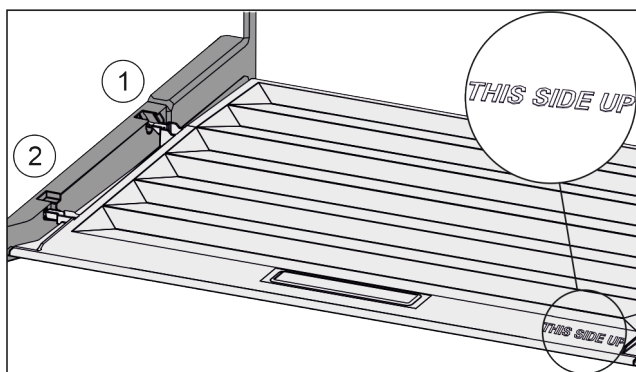

Fig. 115
- ▶ Ramiona pokrywy wprowadzić ponad otworem tylnego uchwyty Fig. 115 (1) i zazębnić z przodu w uchwycie Fig. 115 (2).